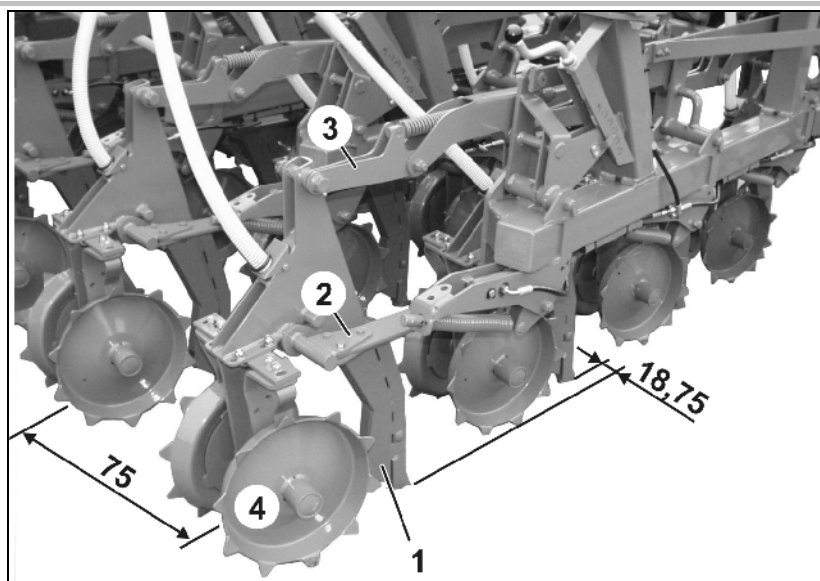

Рис. 57
Долотообразные сошники (Рис. 57/1) расположены в 4 ряда друг за другом со смещением. Таким образом, расстояние между соседними сошниками составляет 75 см. Расстояние между рядами – 18,75 см.
- существует возможность уклонения в горизонтальной плоскости благодаря нижней тяге из пружинной стали (Рис. 57/2);
- существует возможность уклонения в вертикальной плоскости с помощью изгибающейся верхней пружинной стальной тяги (Рис. 57/3).
Глубина заделки посевного материала определяется регулировкой глубины долотообразных сошников (Рис. 57/1). Установленная глубина передается на расположенные за долотообразными сошниками двойные диски (Рис. 57/4).